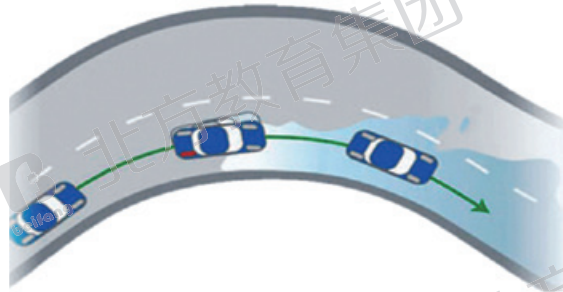

图 3 车轮附着力不同时 ESP 的工作示意图
3) 在不同附着力的地面上行驶，当某个车轮驶入低附着路面时 ESP 可制动其他车轮保持车辆平稳 (如图 3 所示)。